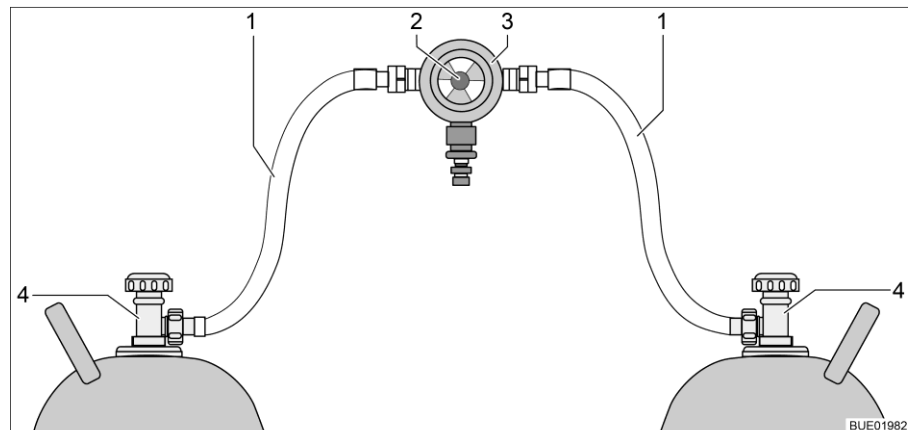
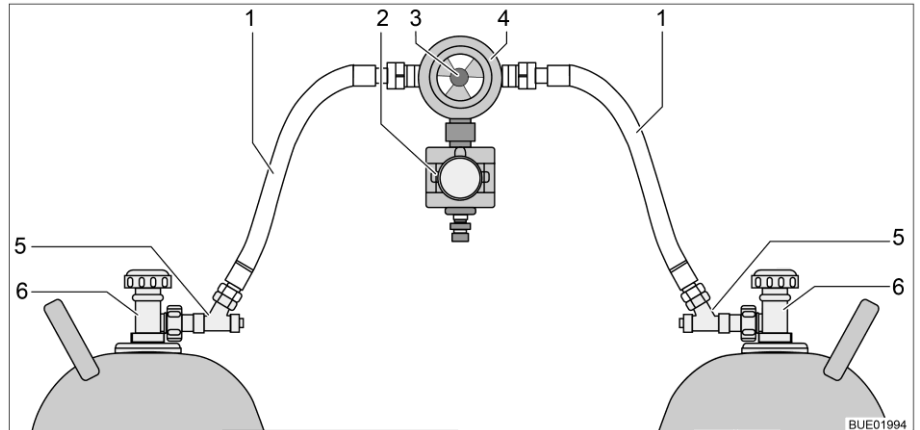

Bild 102 Gasflaschen-Umschaltanlage
Bild 103 Gasflaschen-Umschaltanlage mit CPU
Die Gasflaschen-Umschaltanlage besteht aus einem kombinierten Gasdruckregler mit Umschaltventil und Anzeige (Bild 102,3). Die Gasflaschen-Umschaltanlage ist zwischen den beiden Gasschläuchen (Bild 102,1) montiert.
Die Gasflaschen-Umschaltanlage besteht aus einem kombinierten Gasdruckregler mit Umschaltventil und Anzeige (Bild 103,4) und einem Elektroventil (Bild 103,2). Das Elektroventil sperrt bei Vollbremsung, Unfall oder ungewöhnlich großer Schräglage die Gaszufuhr zum Fahrzeug. Die Gasflaschen-Umschaltanlage ist zwischen den beiden Gasschläuchen (Bild 103,1) mit Schlauchbruchsicherungen (Bild 103,5) montiert.
Mit dem Drehknopf (Bild 102,2 bzw. Bild 103,3) an der Gasflaschen-Umschaltanlage lässt sich bestimmen, welche der Gasflaschen als Betriebsflasche und welche Gasflasche als Reserveflasche verwendet wird.
An der Bedieneinheit (Bild 104) können nur die elektrischen Funktionen geschaltet werden. Die Haupt-Absperrventile der Gasflaschen (Bild 102,4 bzw. Bild 103,6) müssen von Hand geöffnet oder geschlossen werden.
- Haupt-Absperrventile an den Gasflaschen (Bild 102,4 bzw. Bild 103,6) öffnen.
- Schlauchbruchsicherungen (Bild 103,5) nacheinander 10 Sekunden lang drücken.
- Mit dem Drehknopf (Bild 102,2 bzw. Bild 103,3) an der Umschaltanlage die Gasflasche wählen, der vorrangig das Gas entnommen werden soll (Betriebsflasche). Drehknopf immer bis zum Anschlag drehen.
- Haupt-Absperrventile an den Gasflaschen (Bild 102,4 bzw. Bild 103,6) schließen.